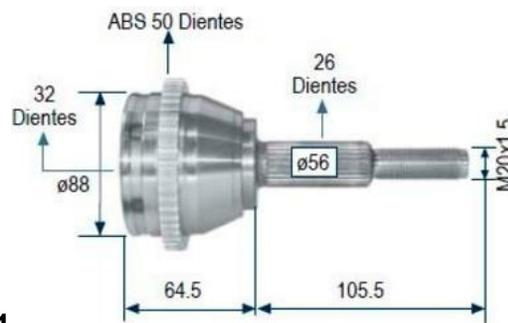

Fig. 1
- Asegurarse que el número de dientes internos y externos coincidan con la muestra. (Ver fig1)
- Asegurarse que todas las medidas de la junta sean iguales. (Ver fig1)